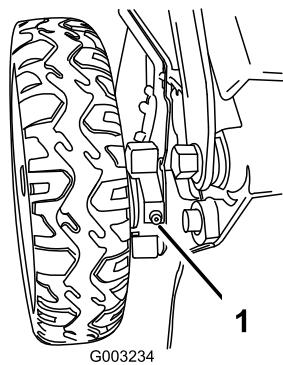

Figura 31
- Limpie con un trapo limpio los puntos de engrase situados justo dentro de las ruedas traseras (Figura 31).